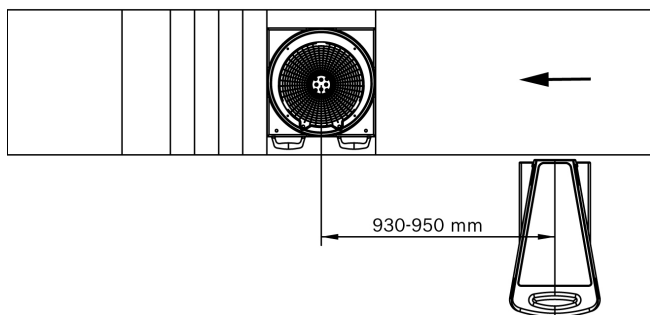

Fig. 3: Distanza del piattello girevole dal rilevatore di misura
1. Determinare la posizione del rilevatore di misura con la distanza più piccola dalla piastra girevole (fig. 3).